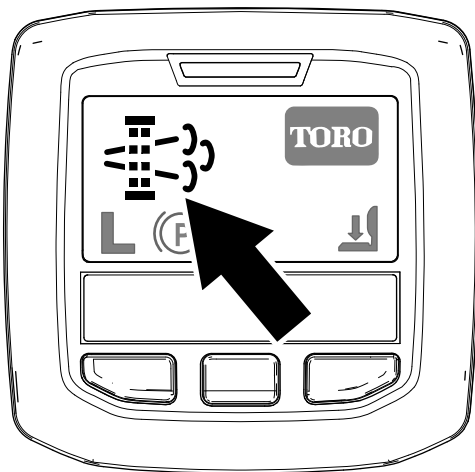

図 28
- ・ インフォセンターに、駐車再生要求アイコンが表示されます 図 28。